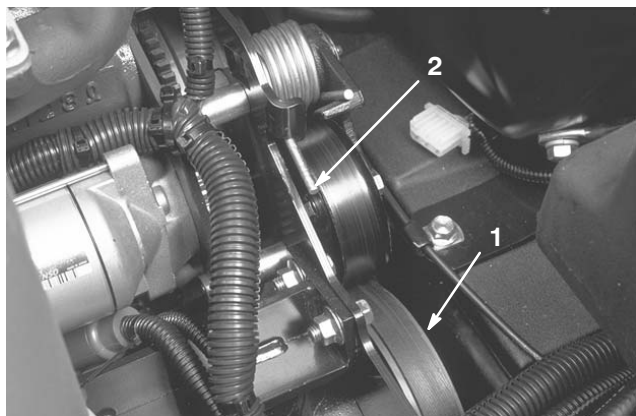

Figure 52
2. Appuyez sur l'extrémité du ressort (Fig. 52) et poussez-la vers l'avant pour décrocher le ressort du support et le détendre.